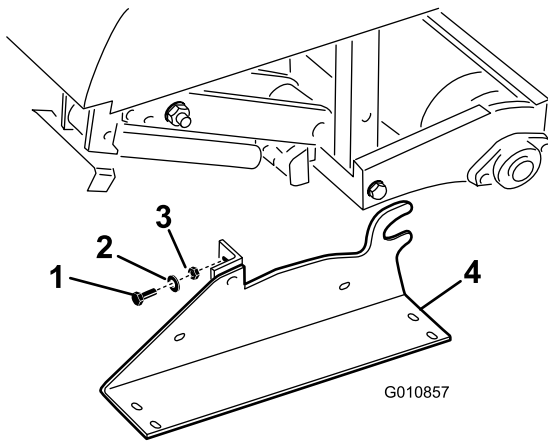

Figura 34
2. Retire los pernos, las arandelas de freno y las tuercas que sujetan los soportes de almacenamiento a cada extremo del aireador (Figura 34).